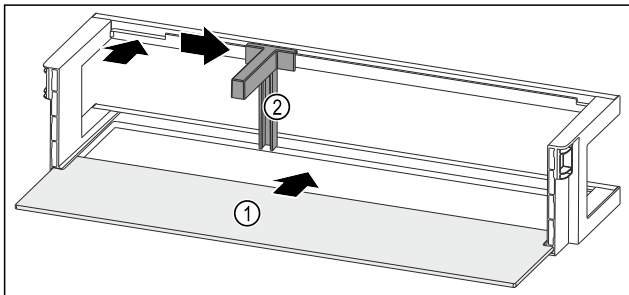

Fig. 98 Türabsteller mit Abstellfläche
- Abstellfläche Fig. 98 (1) in die seitlichen Einsparungen einschieben.
- Flaschenhalter Fig. 98 (2) in die Aussparung einsetzen.
- Flaschenhalter Fig. 98 (2) in gewünschte Position zur Seite schieben.